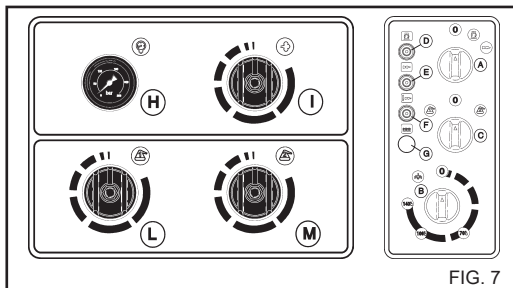

FIG. 7
Wenn man den Drehschalter des Thermostats "B" (Fig. 7) auf die Position Dampf stellt (140 °C - 284 °F), erhöht sich die Wassertemperatur am Auslauf bis auf Betriebstemperaturen von mehr als 95°C (203°F).
- 2) Den Hochdruckreiniger einschalten, mit dem Wahlschalter C) Fig. 7 das zu verwendende Mittel wählen ("1" oder "2"), den betreffenden Reinigungsmittelhahn öffnen, und zwar Bez. L) für das Mittel Nr."1" oder Bez. M) für das Mittel Nr. "2" (Fig. 7), indem der Griff nach links verstellt wird.
- 3) Den Wahlschalter für Reinigungsmittel C) Fig. 7 auf die Pos. "0" stellen. Die Regelhähne schließen, indem der jeweilige Griff nach rechts verstellt wird.